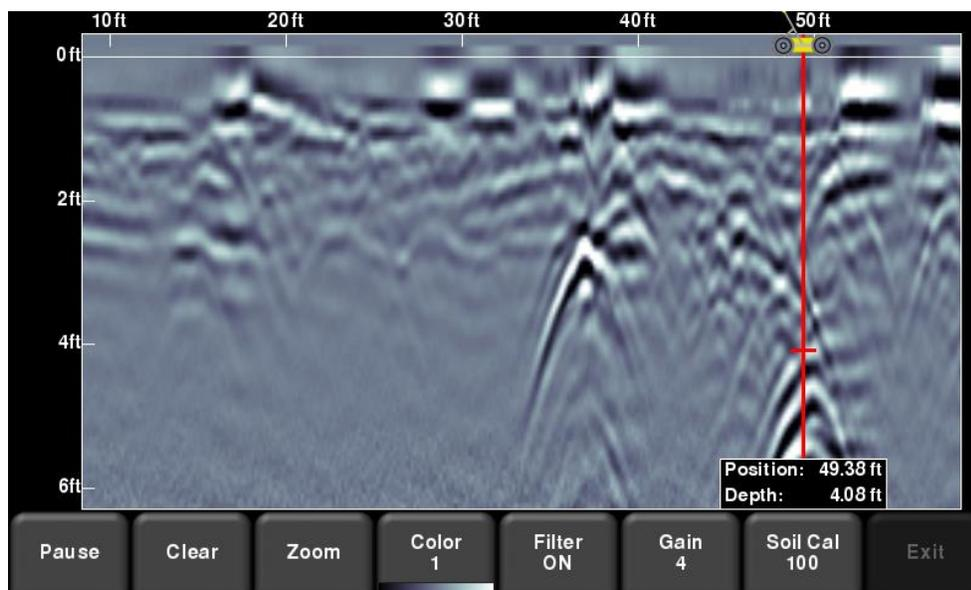

Figure 8-3: Indicateur de recul
Le mode Balayage en ligne comprend une fonction de recul qui permet de repérer précisément des réseaux et de les marquer sur le sol. Après avoir recueilli des données sur l'écran, reculez le radar (Figure 8-3).
- **Indicateur de profondeur** : La ligne rouge horizontale correspond à la profondeur actuelle et sa valeur apparaît en bas du cadre. Afin de déterminer la profondeur d'un objet, déplacez l'indicateur vers le haut ou vers le bas en déplaçant la ligne horizontale vers la position désirée (Figure 8-3). Vous pouvez également utiliser les flèches du **Haut** et du **Bas** du pavé numérique.